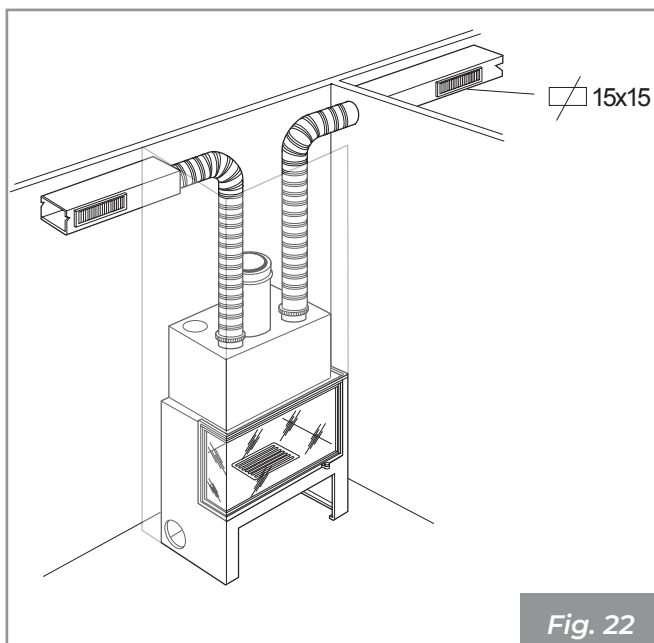

Fig. 22
- Tubo flexible en aluminio - longitud hasta 6 m en único conducto **(Fig. 22)**;
- Tubo liso metálico - longitud hasta 10 m en único conducto **(Fig. 22)**;